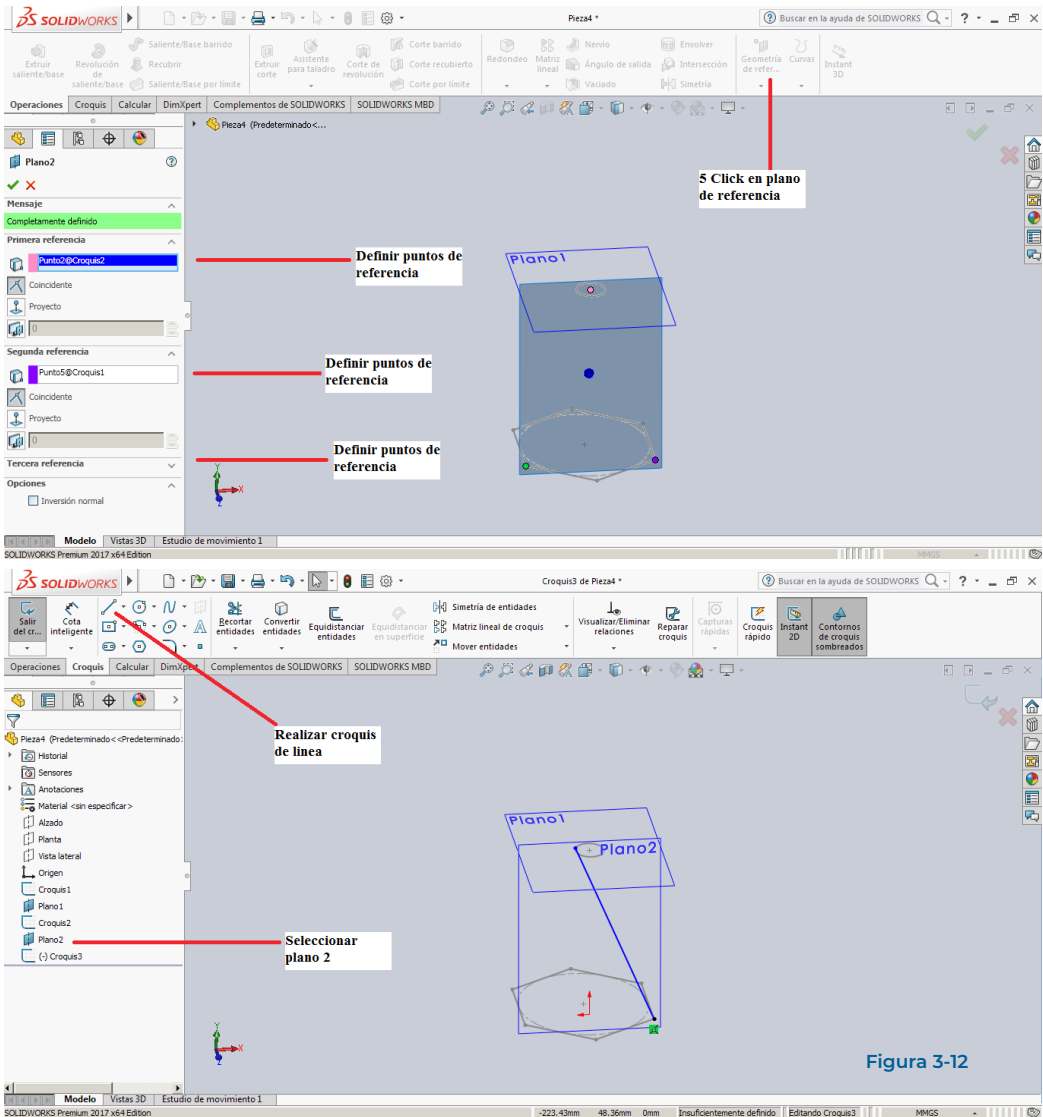

Figura 3-12
5. Con el fin de realizar un procedimiento un poco más complejo se realizara la construcción de otros elementos con el croquis que ya se tiene, en este momento ya se podría utilizar la función recubrir y generaría una figura haciendo uso de las dos geometrías de referencia que se tienen. El primer plano lo generaré desde el centro del círculo hasta una de las aristas del hexágono. Después crearé una línea, que una estos dos croquis con un ángulo diferente al natural que ofrece la operación de recubrir. En la figura 3-12 se muestra los resultados del procedimiento realizado.